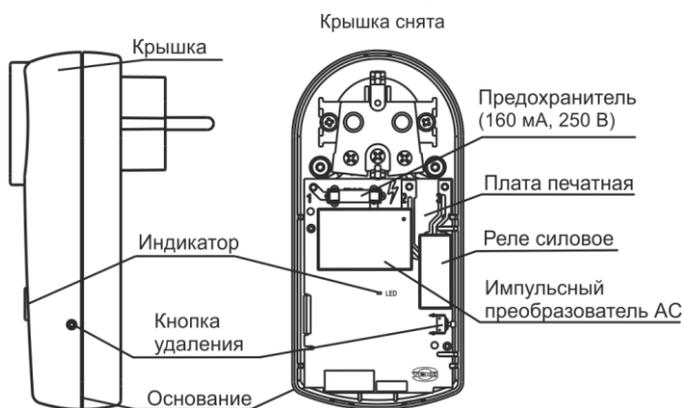

Рисунок 2
4.1 Конструктивно БРР выполнен в корпусе, совмещенном с вилкой и розеткой на 220 В. Внутри корпуса находится печатная плата с радиоэлементами (рисунок 2).